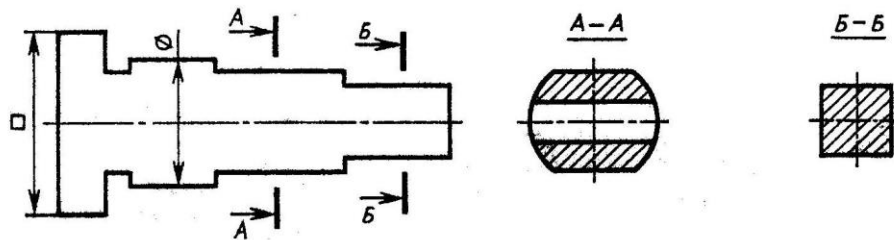

Рис. 2
2. Даны главное изображение детали и фигуры сечений. На главном изображении не дочерены линии и конструктивные элементы детали. Руководствуясь приведенными изображениями, дочертите их (рис. 2).